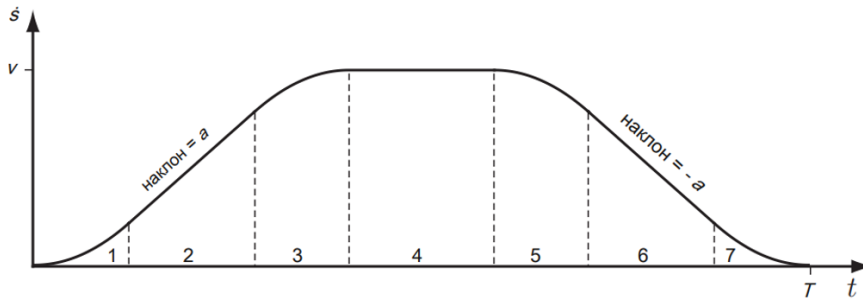

Рисунок 9. Иллюстрация плавного изменения скорости движения робота.
7.1 Охарактеризовать 7 этапов масштабирования (изменения) скорости. Подобрать функцию, для построения графика соответствующего вида (рис. 9). (попробовать полиномы 5-й степени)